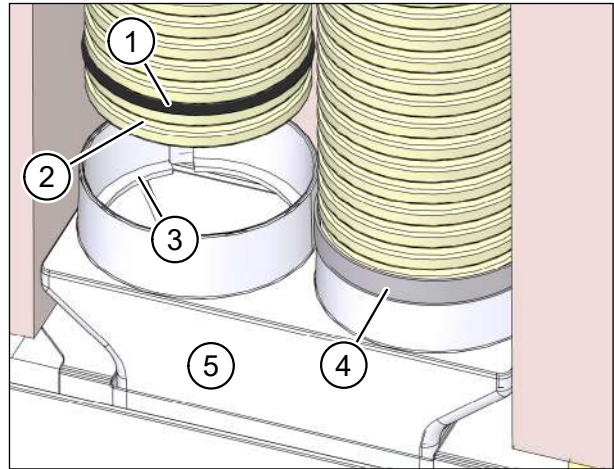

Abb. 28: Flexrohrverbindung mit Dichtband fixieren
- ▶ Setzen Sie Dichtringe (Pos. 1 in Abb. 28) in die zweite Rille am Flexrohr ein. Diese sind als Zubehör M-WRG-FR-DR75 (Art.-Nr. 200023) erhältlich.
- ▶ Setzen Sie die Flexrohre in die Öffnungen des Flexrohradapters (Pos. 5 in Abb. 28) ein. Stellen Sie sicher, dass die erste Rille am Flexrohr (Pos. 2 in Abb. 28) im Rastring (Pos. 3 in Abb. 28) des Flexrohradapters einrastet.
- ▶ Empfehlung: Dichten Sie die Verbindungsstelle mit einer Lage Dichtband von 30 mm Breite ab (Pos. 4 in Abb. 28).